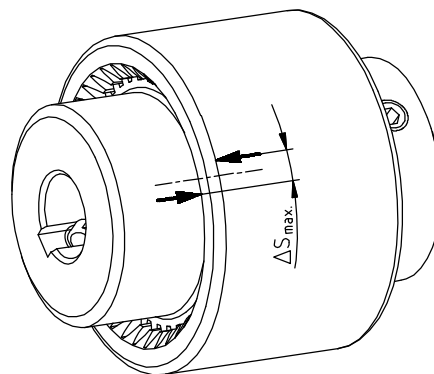

Bild 13: Kennzeichnung der Hülse und Nabe
- Kennzeichnung an Hülse und Nabe anbringen (siehe Bild 13).